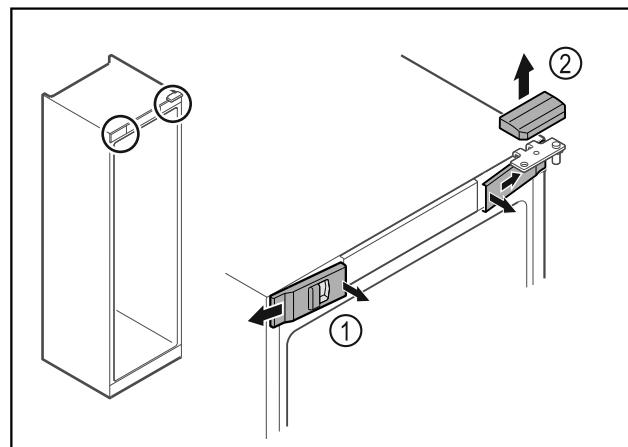

Fig. 16
- Vidinėje pusėje atfiksuojite priekines dengiamasias plokštėles Fig. 16 (1) ir nuimkite jas iš šoną.
- Nuimkite viršutinę dengiamąją plokštę Fig. 16 (2) į viršų.